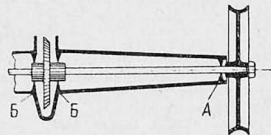

Рис. 9. Схема полуразгруженной полуоси (А и Б — то же, что и на рис. 8)
2. **Полуразгруженная полуось.** Передает крутящее усилие, разгружена от усилий, действующих в главной передаче, и нагружена только усилиями, действующими со стороны колеса (рис. 9).